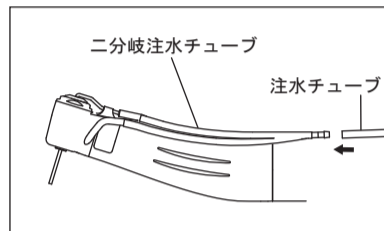

図7
2) 二分岐注水チューブに注水チューブを奥までしっかり差し込みます。(図7)